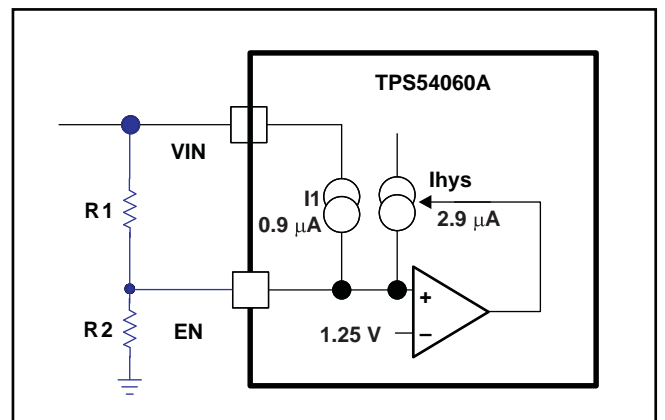

図 28. 調整可能な低電圧誤動作防止 (UVLO)
VINピンの電圧が2.5Vを下回ると、TPS54060Aはディセーブルになります。アプリケーションで、より高い値での低電圧誤動作防止 (UVLO) を必要とする場合は、図28のようにENピンを使用し、2個の外付け抵抗で入力電圧UVLOを調整します。UVLO調整抵抗の使用は必須ではありませんが、一貫したパワーアップ動作を実現するために強く推奨します。ENピンには0.9μAの内部プルアップ電流源I1があり、ENピンがフローティングのときにTPS54060Aが動作するデフォルト状態を提供します。ENピンの電圧が1.25Vを超えると、2.9μAのヒステリシスIhysが追加されます。この追加電流により、入力電圧のヒステリシスを実現できます。入力電圧の外部ヒステリシスは、式 (2) を使って設定します。入力スタート電圧は、式 (3) を使って設定します。